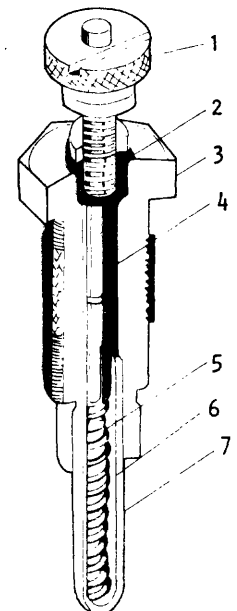

Fig. 5
*Bujía de incandescencia tipo lápiz (fig. 5)*